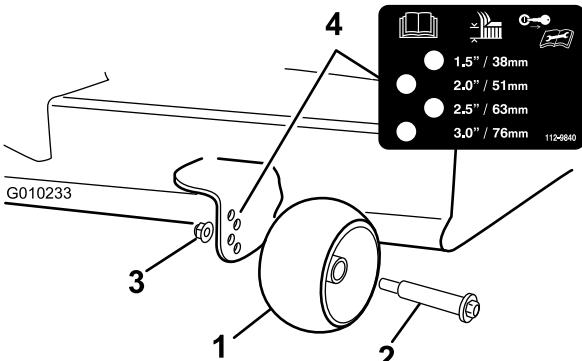

Figura 24
3. Ajuste los rodillos protectores del césped (Figura 24) a la posición de altura de corte más próxima.